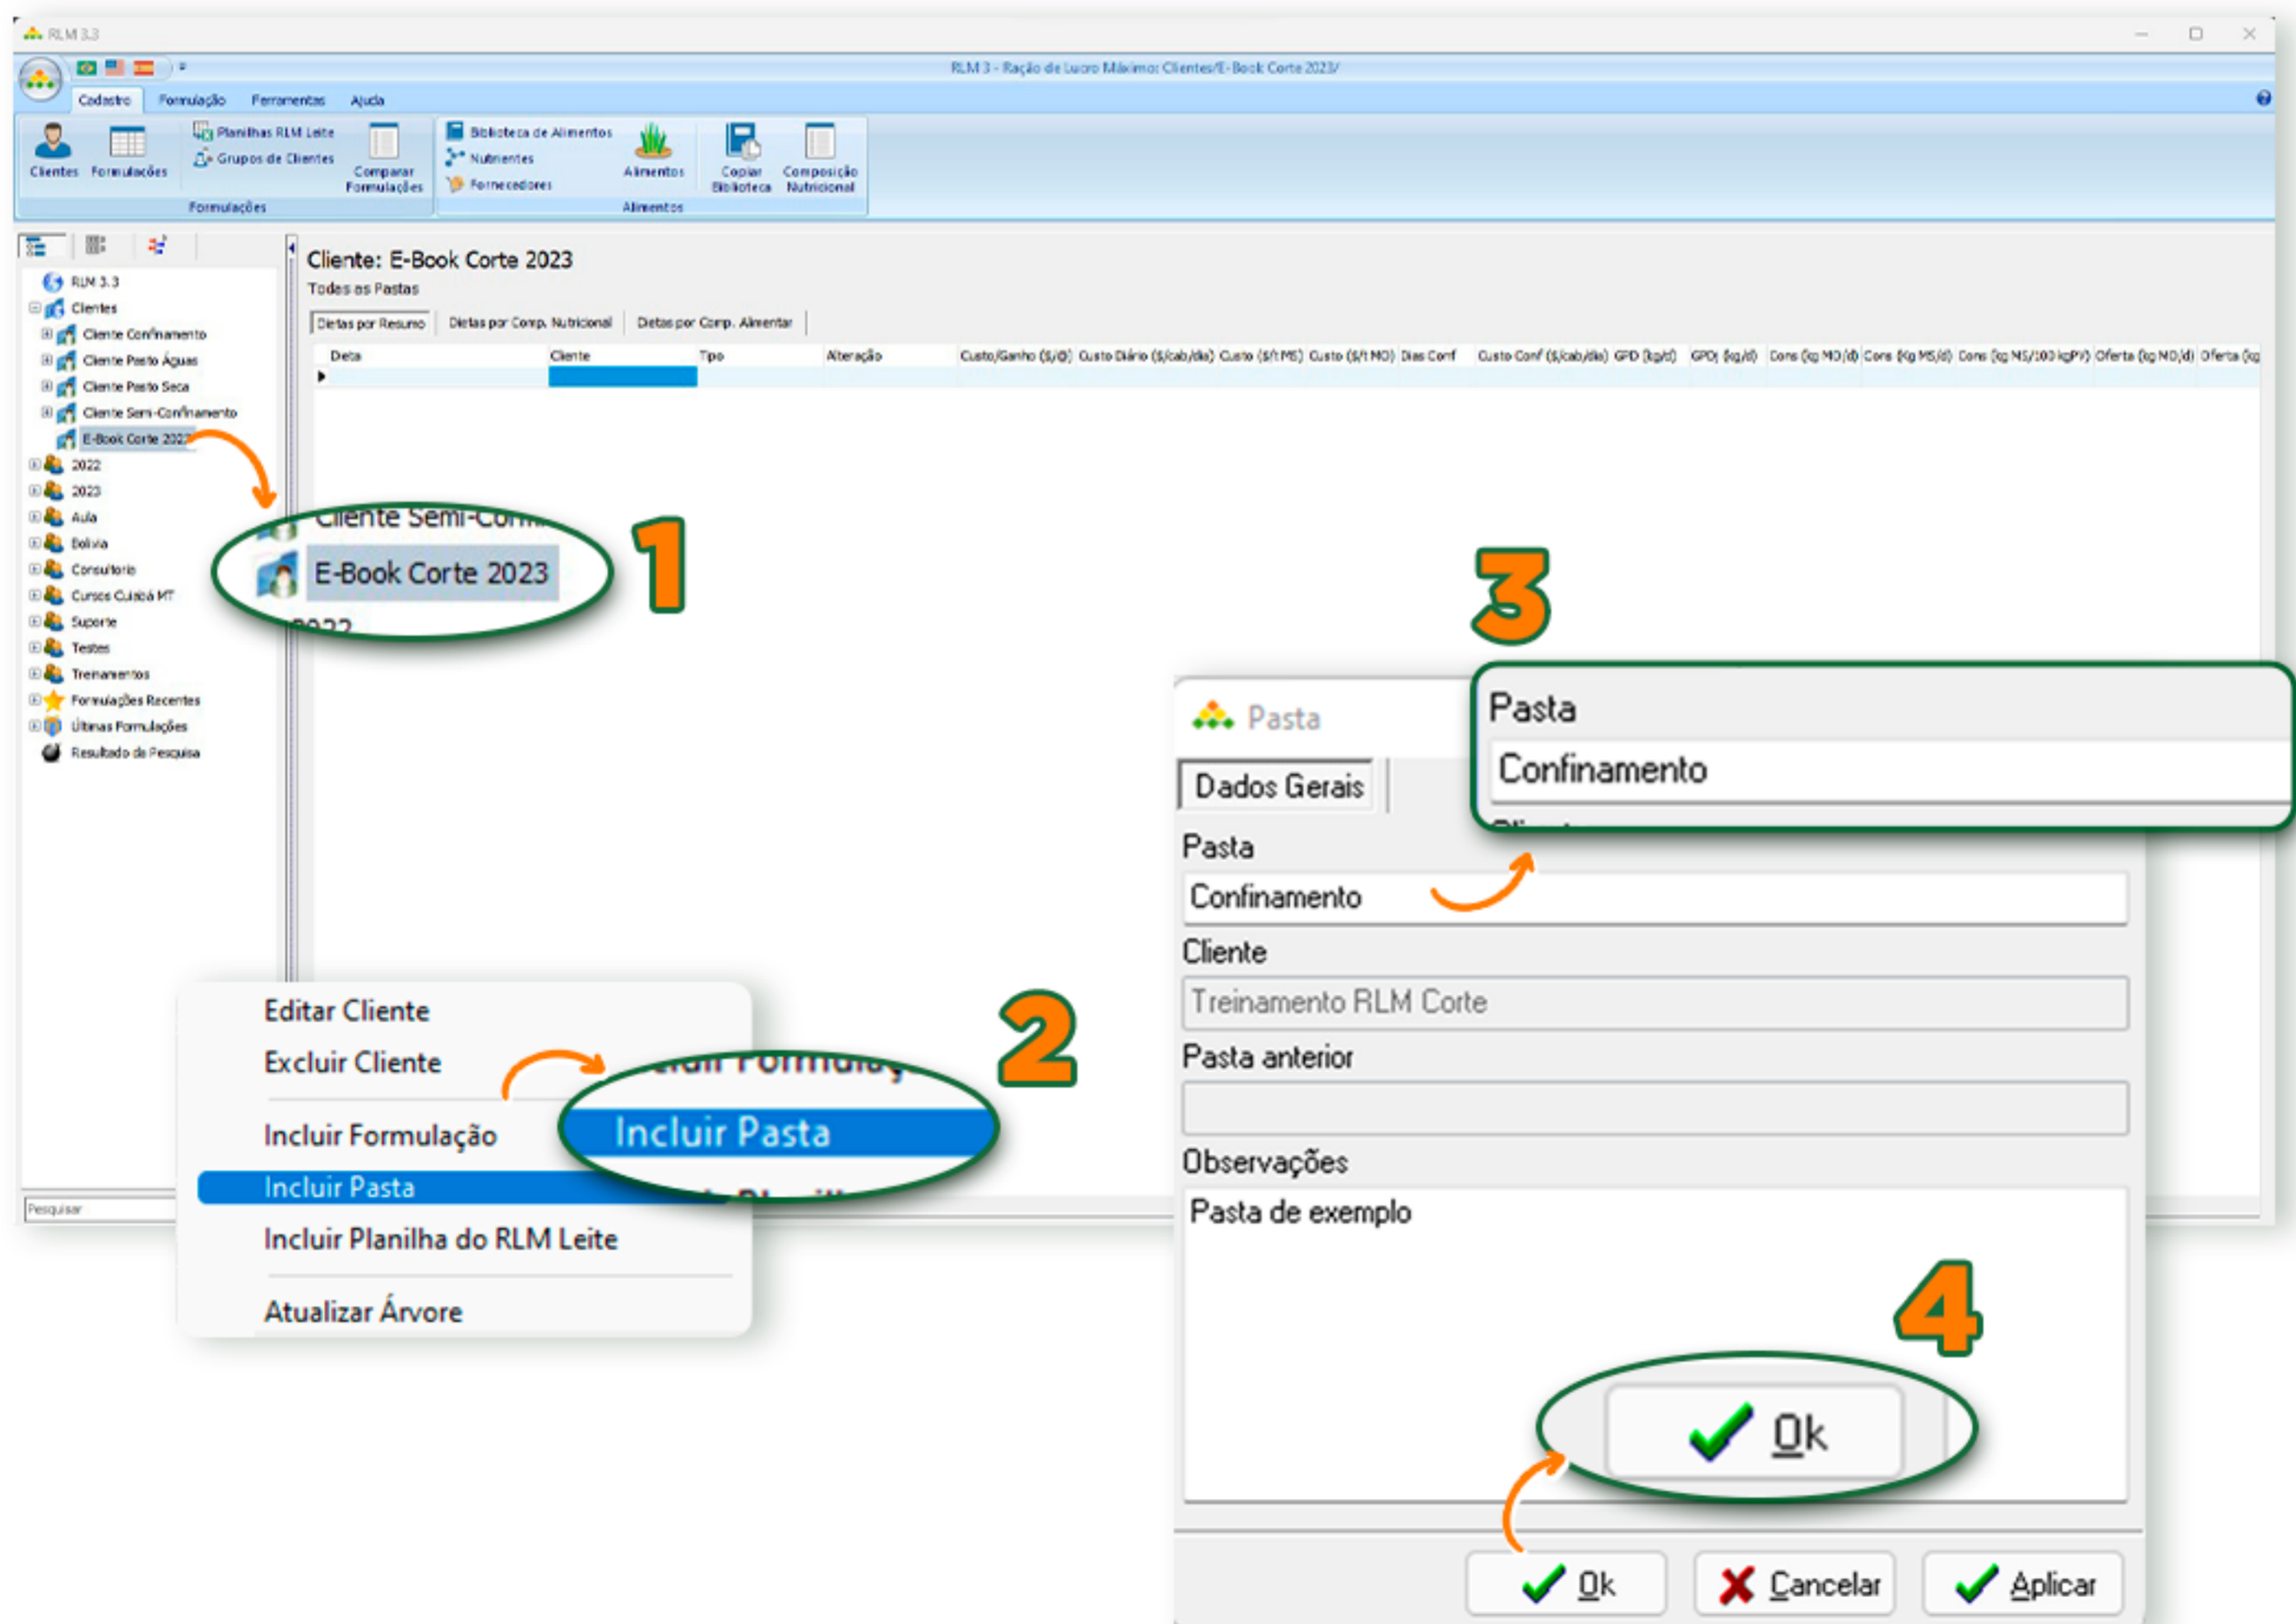

FIGURA 1.3 - INSERINDO UMA NOVA PASTA
Clique com o botão direito do mouse sobre o novo cliente cadastrado na árvore de navegação (1) e, em seguida, selecione "Incluir Pasta" (2). Nomeie a pasta como "Confinamento" (3), tal como ilustrado na Figura 1.3.